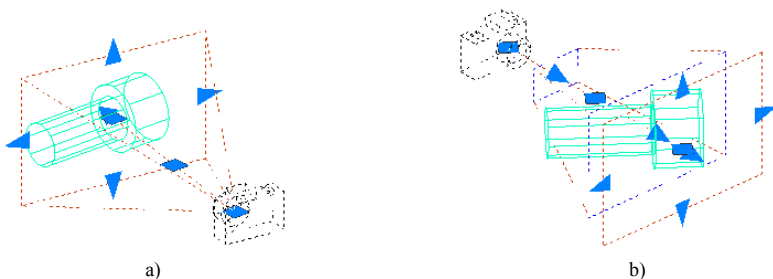

图 13-6 相机及其视野线上的夹点
1) 夹点方法：单击相机，相机及其视野线上将出现相关夹点（如图 13-6 所示），他们的名称分别是：相机位置、相机和目标位置、目标位置、目标距离、焦距/FOV、前向裁剪